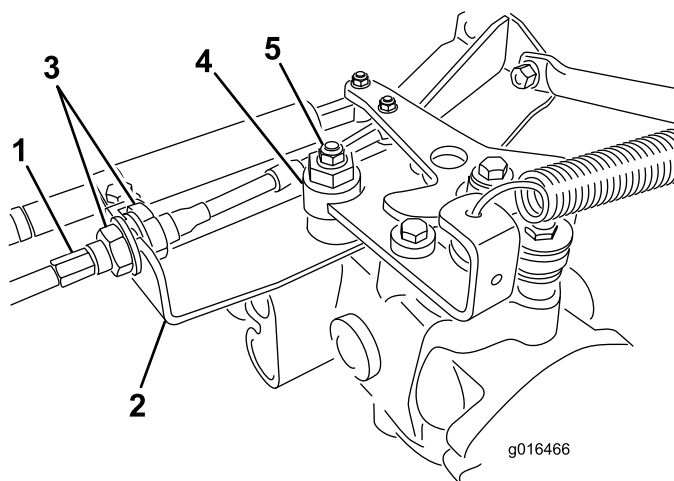

図 42
- A. 走行ケーブルを油圧トランスミッションのバルクヘッドに取り付けているジャムナット（図 42）を両方ともゆるめる。ジャムナットは調整ができるよう十分に、また均等にゆるめること。
- B. 偏芯ナットをトランスミッション上部に止めているナット（図 42）をゆるめる。
- D. どちらにも車輪が回らないように偏芯ナットを回して調整する。調整ができれば固定ナットを締める（図 42）。スロットル SLOW および FAST 位置で調整が正しいことを確認する。
を固定する（図 42）。ケーブルをねじらないように注意すること。